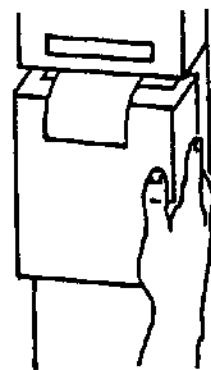

Рис. 5-5: Открытие выдвижной панели принтера.
1. Откройте выдвижную панель принтера на панели управления (Рис. 5-5).